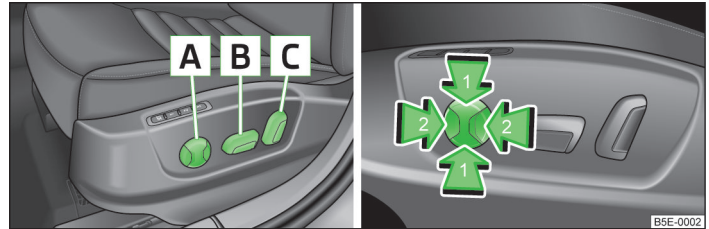
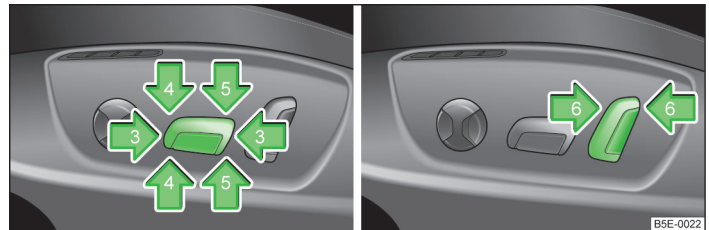

Fig. 47 Organes de commande du réglage électrique des sièges I
Fig. 48 Organes de commande du réglage électrique des sièges II
- Poussez le commutateur **B** » fig. 47 dans la direction l'une des flèches 3 » fig. 48.
- Poussez le commutateur **B** » fig. 47 dans la direction l'une des flèches 5 » fig. 48.
➤ Poussez le commutateur [B] » fig. 47 dans la direction l'une des flèches 4 » fig. 48.
➤ Poussez le commutateur [C] » fig. 47 dans la direction l'une des flèches 6 » fig. 48.
➤ Poussez le commutateur [A] » fig. 47 dans la zone de l'une des flèches 2.
➤ Poussez le commutateur [A] » fig. 47 dans la zone de l'une des flèches 1.